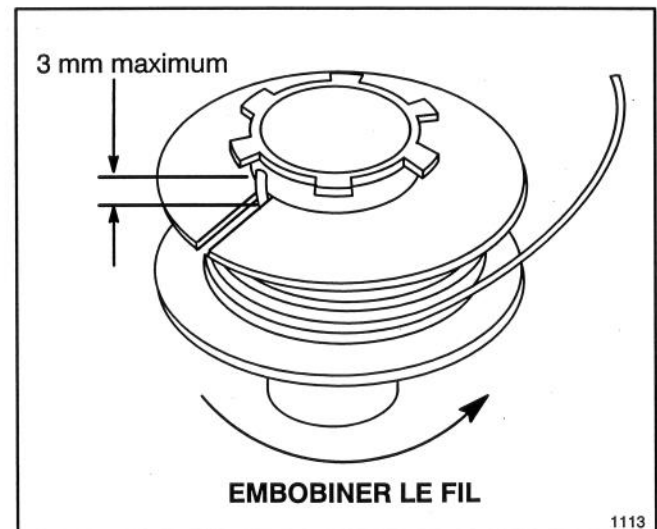

Figure 22
1. Attacher une extrémité du fil dans la fente de la bobine, **ne permettant pas plus de 3 mm (1/8 de pouce) de dépasser**. Pousser complètement l'extrémité du fil à l'intérieur de la fente. Enrouler le fil dans la direction de la flèche sur la bobine en couches égales entre les rebords de la bobine (Fig. 22).